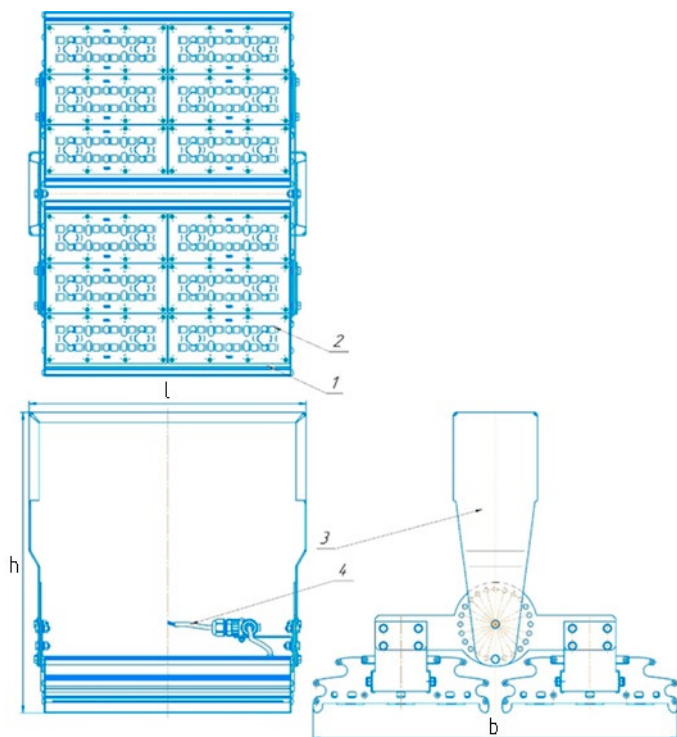

Рисунок 1 - Габаритные размеры светильника
4. Подвести сетевые провода к колодке, подключить провода от светильника к клеммной колодке. Для подключения светильника к электрической сети необходимо подключить сетевой электропитающий кабель к электрическому кабелю светильника 4 (см. рис. 1), соблюдая требования по цветовому подключению проводов: земля – желто-зеленый провод; фаза – коричневый (или иного цвета); ноль – синий.